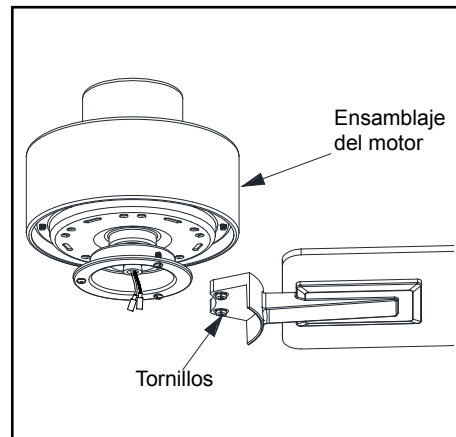

Figura 14
3. Ajusta el brazo del aspa al motor insertando los postes de alineación dentro de la ranura de la parte inferior del motor y aprieta los tornillos del motor. Ten en cuenta que los tornillos del motor están en los soportes del aspa (Figura 14).